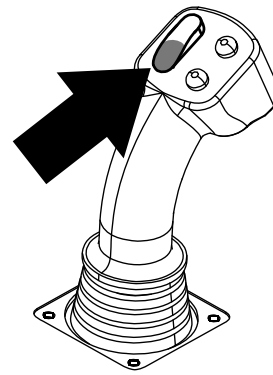
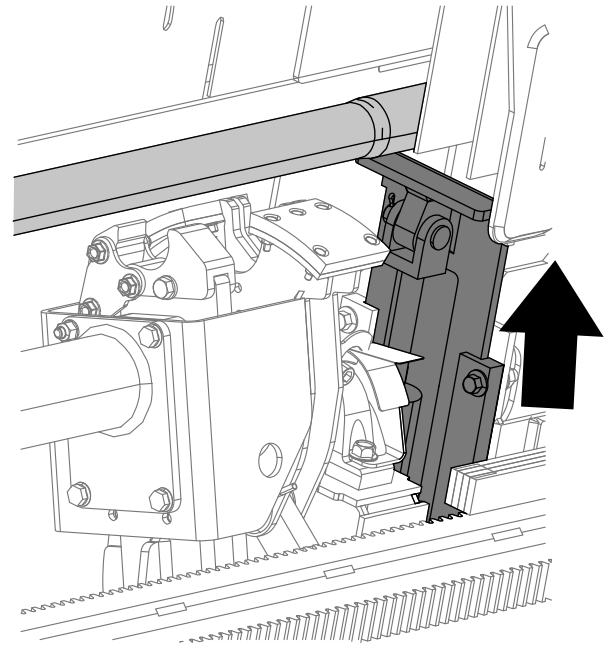

Figura 20
Figura 21
11. Mantenha premida a secção inferior do interruptor oscilador (Figura 20) até o elevador colocar novamente o tubo na caixa de tubos e o excêntrico rodar para a posição inicial (Figura 21).